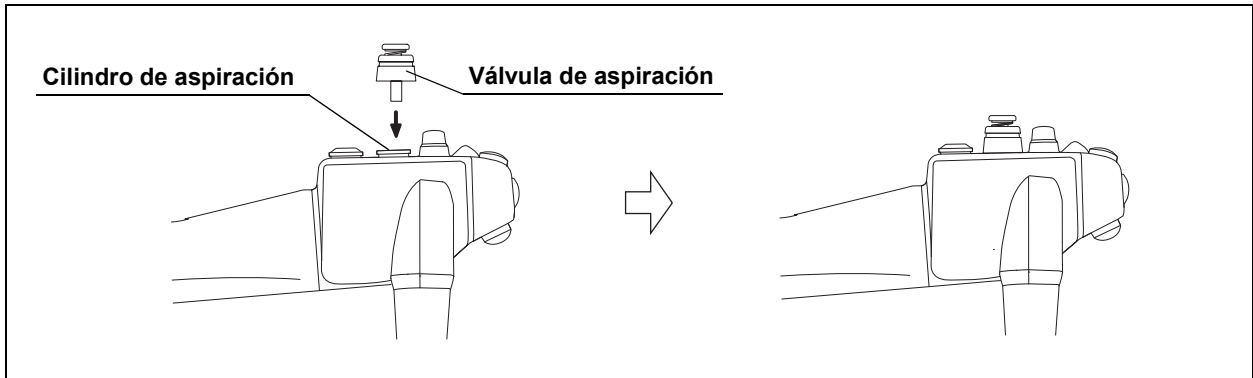

Figura 3.29
- 2 Conecte la válvula de aspiración al cilindro de aspiración del endoscopio. Véase la Figura 3.29 y la 3.30.